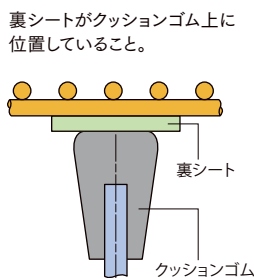

図10
- ④センターシートがズレないように取付けてください。
- ⑤裏シートがクッションゴム上に位置していることを確認してください。(図10)